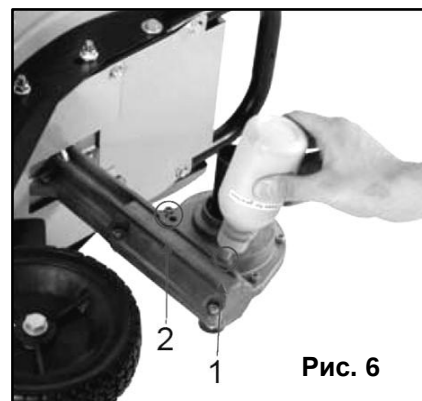

Рис. 6
- Выкрутите сливную пробку (2) (См. Рис.6)
- Открутите масло наливную крышку (1) (См. Рис.6) и через воронку залейте масло.